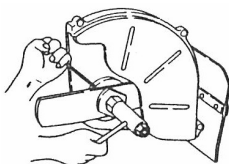

Fig. 14
- Insert the locking bar into the hole of the cutter holder and gear case by lining up each hole. (Fig. 14)
- Den Sperrstift in das Loch des Klingenträgers und des Getriebegehäuses einsetzen, wobei jedes Loch in eine Linie gebracht wird (Abbildung 14).